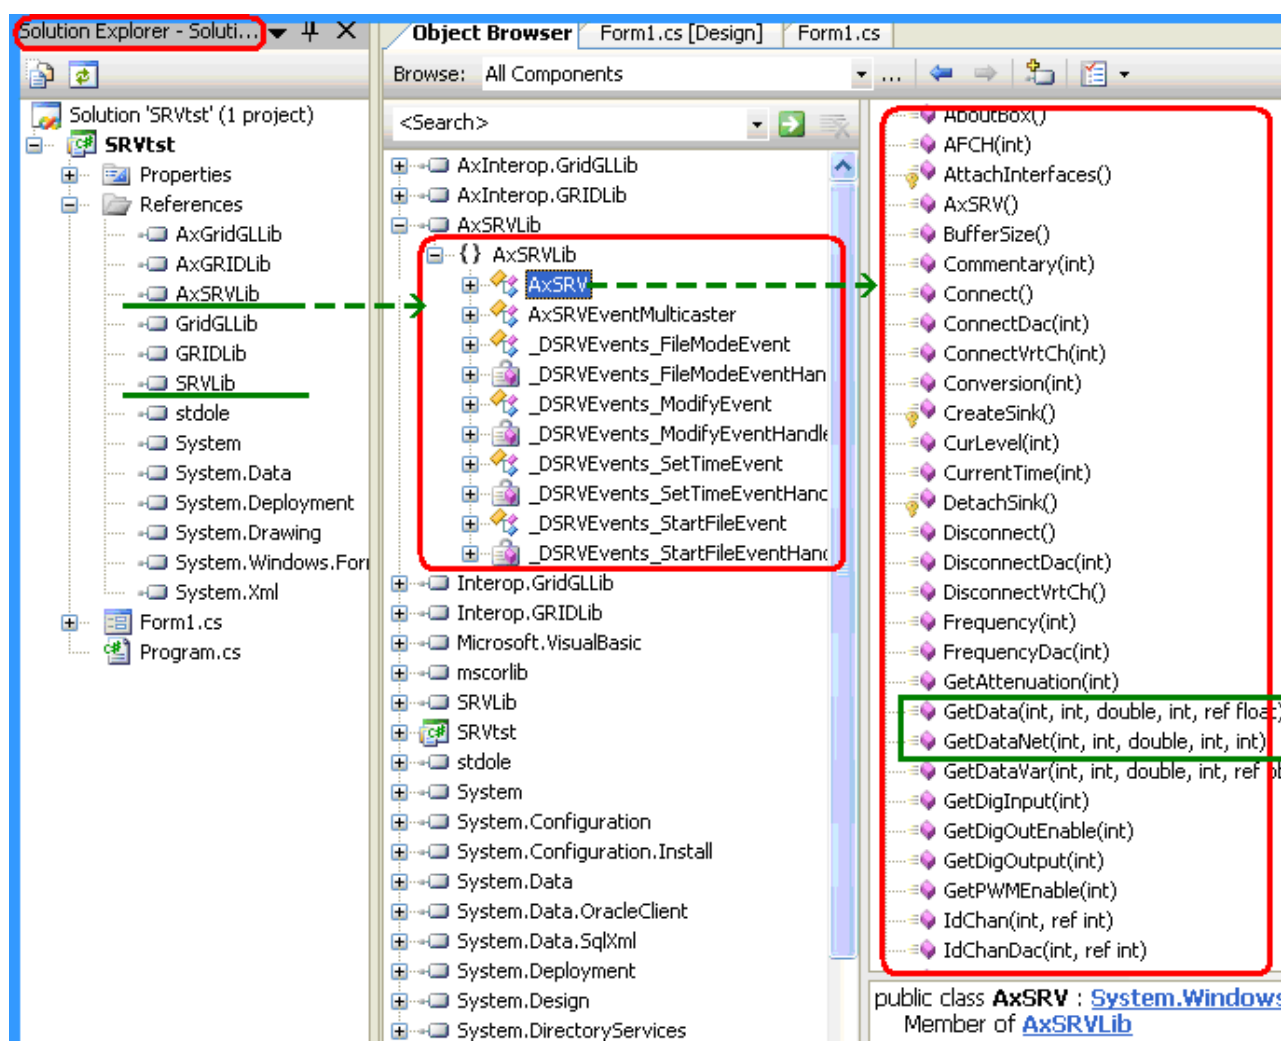

Рисунок 1’. Представление осх файлов в виде dll и их содержимое.
Именно AxSrv представляет класс внедряемого компонента. Смотри Рисунок 1’.
7. После Данных манипуляций в ваш проект будет подключен компонент, с именем класса AxSrv. Смотри рисунок 1. AxSrvLib и SrvLib.
6. К проекту будут добавлены оба файла. Смотри рисунок 1. AxSrvLib.dll и SrvLib.dll.